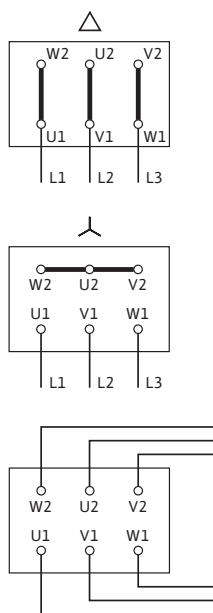

Fig. 17: Síťová přípojka
Připojovací schéma pro elektrické připojení se nachází ve víku svorkovnice (viz také Fig. 17).
- Síťová přípojka závisí na výkonu motoru  $P_2$ , na síťovém napětí a na druhu startu. Potřebné spínání spojovacích můstků ve svorkovnici je uvedeno v následujícím seznamu „Tab. 4: Obsazení připojovacích svorek“ na straně 17 a na Fig. 17.